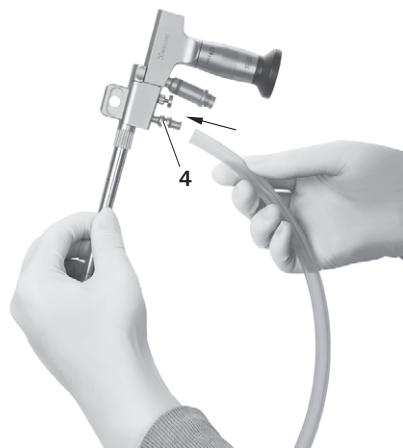

Fig. 20
- ▶ Raccorder le tuyau d'irrigation avec le raccord d'irrigation 4, voir Fig. 20.